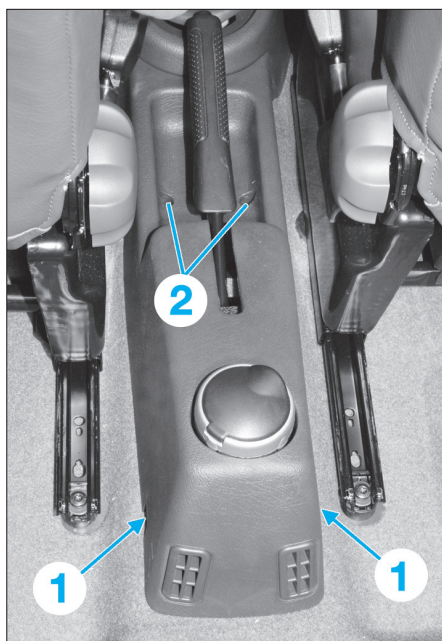

FIG. 19
- Avancer les 2 sièges avant au maximum afin de pouvoir déposer, de part et d'autre de la console milieu, les vis (1) puis sur la partie supérieure, les vis (2) (Fig.19).